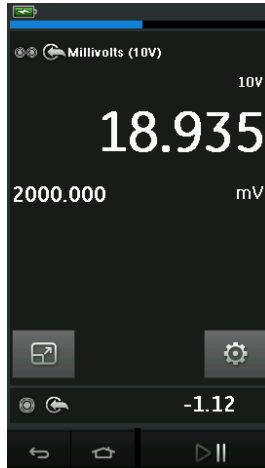

Figura 2-18: Ventana de calibración - Vista ampliada
- La Figura 2-18 muestra una vista ampliada del canal seleccionado y minimiza los canales restantes.